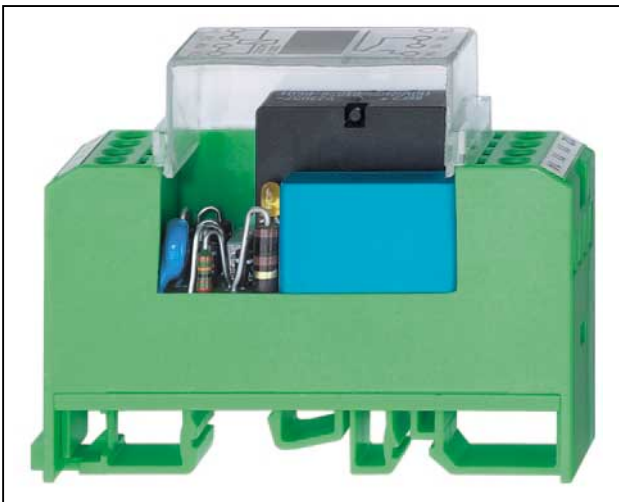

Bild 7: Beispiel eines Koppelrelais (offen dargestellt) mit leistungsfähiger, eingangsseitiger Filterschaltung aus Varistor, Z-Dioden und RC-Glied
Z.B. verfügen die Relaismodule SO 46 von Phoenix Contact im Eingangskreis nicht nur über ein RC-Glied, sondern haben weitere auf die Spule abgestimmte Filterelemente, welche die Ausschaltsschwellen verbessern (Bild 7). Auf diese Weise steigt die Störuneempfindlichkeit. Diese Relaismodule kommen immer dann zum Einsatz, wenn sich bereits bei der Anlagen- oder Maschinenprojektion längere 230-V-AC-Steuerleitungen oder parallele Kabelstrecken abzeichnen.